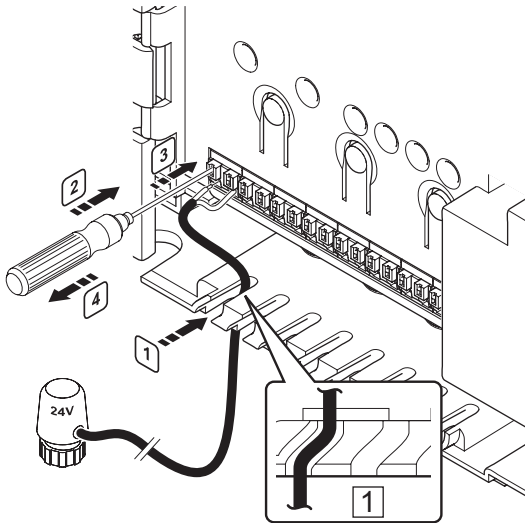

Figure 3-12 : Brancher les actionneurs à l'unité de base
1. Faire passer les câbles des actionneurs dans les passages sous l'unité de base (voir **Figure 3-12**).